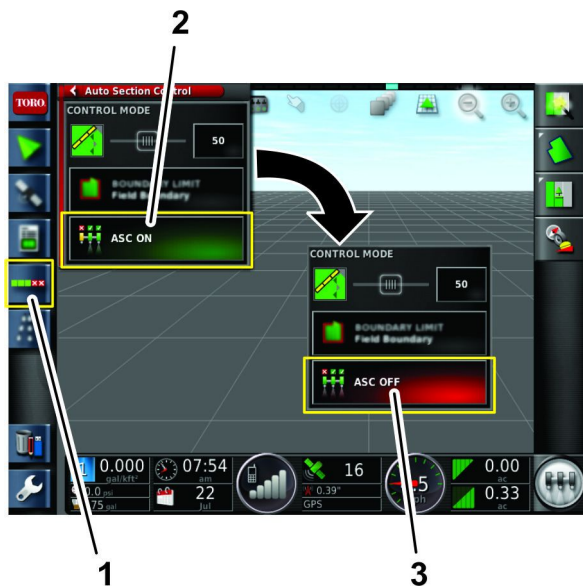

图 94
- A. 打开 ASC 自动喷洒段控制器图标图 94。
- B. 按 ASC 图标至关闭图 94。